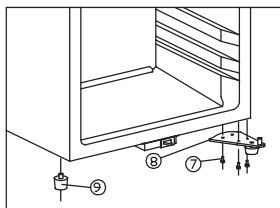
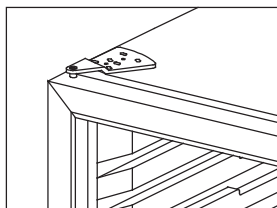

fig. 4.3
fig. 4.4
- Løft døren (6) af og læg kabinettet på ryggen
- Fjern de 3 skruer (7) som holder bundhængslet (8) Se fig. 4.3
- Afmonter kabinetfoden (9) fra kabinettet og monter den igen i modsat side
- Monter bundhængslet i venstre side med de 3 skruer (7)
- Monter tophængsel, hængselsafdækning og gummipropper. Se fig. 4.4.